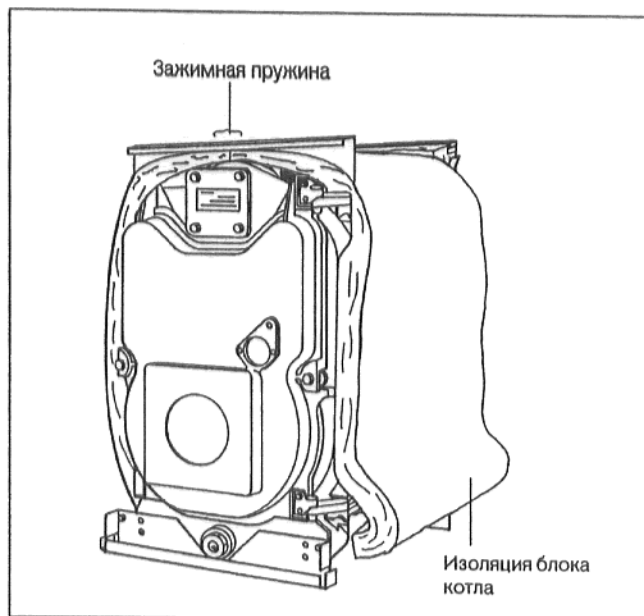

рис. 19
- Уложить изоляцию блока котла поверх блока котла в соответствии с рис. 19 и просунуть сбоку под блок котла (рис. 19).
- Установить обе планки изоляции блока котла спереди перед верхней траверсой и стянуть зажимной пружиной (рис. 19).